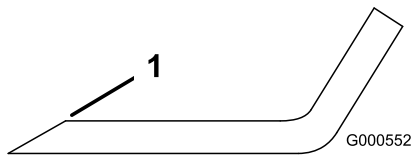

Figura 60
- Utilice una lima para afilar el filo de corte en ambos extremos de la cuchilla (Figura 60).
Nota: Si la cuchilla no está equilibrada, rebaje algo el metal en la parte de la vela solamente con una lima (Figura 60).